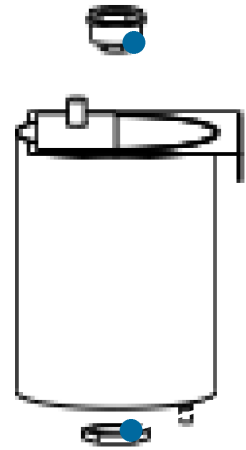

图 8 · 拧松螺母并更换 LED 紫外灯
4. 用活动扳手从底部拧松 LED 紫外灯的螺母，断开灯的接头，取出旧的 LED 紫外灯（图 8）。